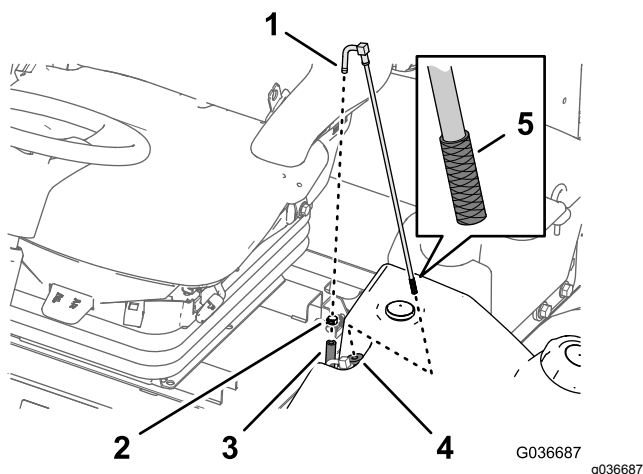

図 73
1. 燃料供給ホースを燃料供給チューブに固定しているホースクランプを外す図 73。
2. フィッティングからホースを取り外す 図 73。
3. 燃料タンクから燃料供給チューブを取り出す 図 73。
4. 燃料供給チューブの端部のスクリーンにたまっているごみでいねいに取り除く 図 73。
5. ゴム製ブッシュを通して燃料タンク内部へ燃料供給チューブを挿入する 図 73。